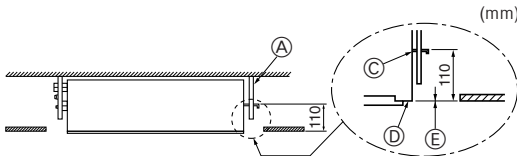

Fig. 2-9
5. Σφιξτε όλα τα παξιμάδια. (Fig. 2-9)